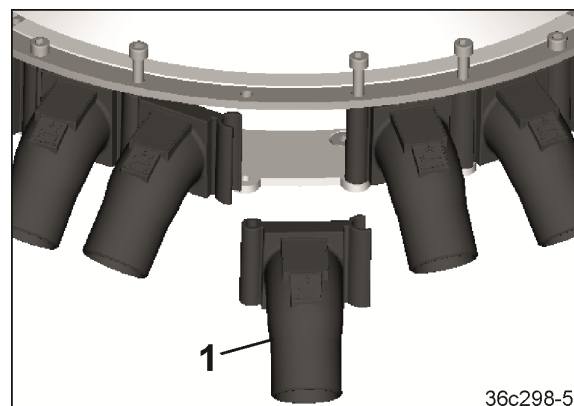

Fig. 249
6. Fjern og skift ut segmentet (Fig. 249/1).